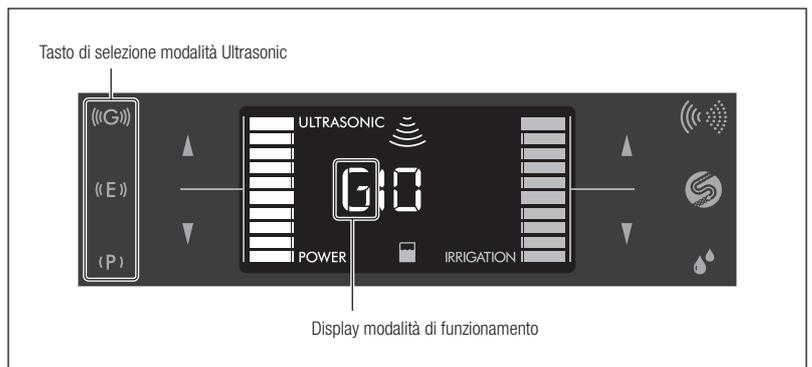

Fig. 20
- 1) Toccare il tasto di selezione modalità Ultrasonic per selezionare la modalità. La modalità selezionata viene visualizzata sul pannello LCD come P/E/G (Fig. 20).